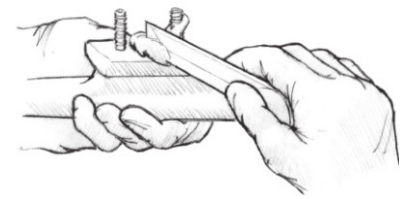

Figura 17 Cubra la parte inferior del material y las roscas del sujetador con epóxico espesado.
4. Inyecte una mezcla de epóxico que no escurra / 404 o 406 en el agujero. Use suficiente mezcla para no dejar vacíos en el orificio después de insertar el sujetador. Cubra la parte inferior del hardware y las roscas del sujetador con epóxico espesado (Figura 17).